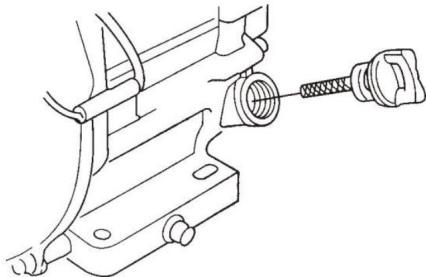

ABB.2
7.2.2 Entfernen Sie den Einfüllmessstab aus der Motoröl-Einfüllöffnung (ABB. 2) und Wischen Sie es sauber.